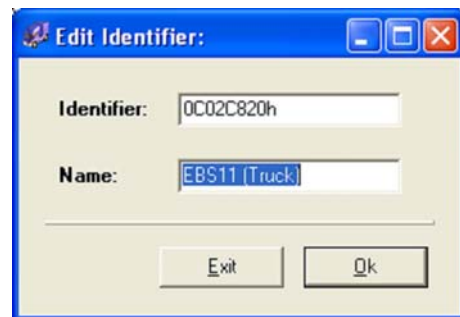

Fig. 6 Cuadro de diálogo de edición de identificadores
- Introduzca aquí el ID y un nombre de su elección (véase la fig. 6).